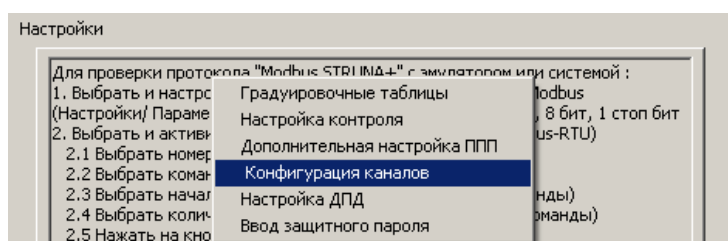

Рисунок 5.1
5.2 На начальной форме помощью ПКн активировать всплывающее меню (рисунок 5.1) и выбрать опцию «Конфигурация каналов». С помощью ЛКн активировать выбранную опцию.